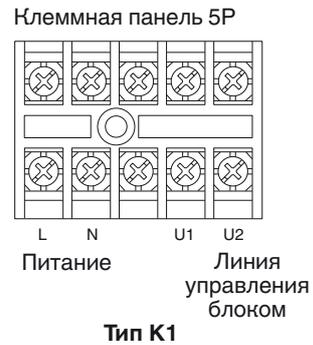

Рис. 4-2
- На принципиальной схеме соединений внутреннего блока показаны клеммные панели, однако клеммные панели вашего оборудования могут отличаться от данной схемы. (Рис. 4-2)